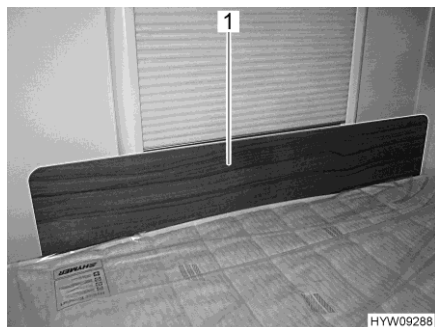

Fig. 75 Panel protector / protección contra caídas
- Meter el panel protector (Fig. 75,1) delante de la ventana, entre el colchón y el marco de la ventana. El efecto de apriete del colchón retiene al panel protector en su posición delante del marco de la ventana.